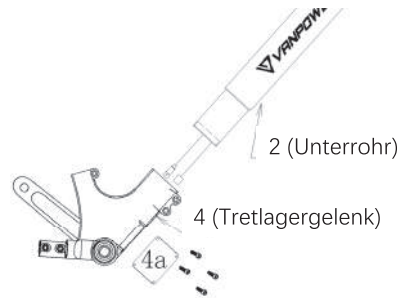
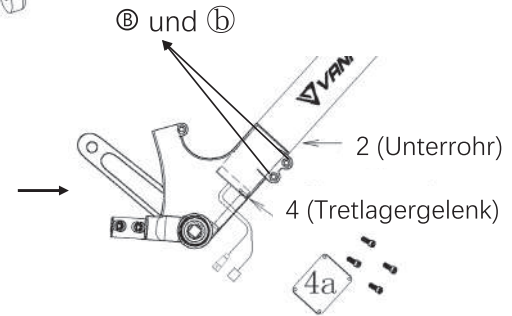

Abb. 8-1
Abb. 8-2
- b. Drehen Sie Teil 4, wie in Abb. 8-1 gezeigt. Setzen Sie Teil 2 in Teil 4 ein und fädeln Sie dabei die Kabel von Teil 2 durch das rechteckige Loch in Teil 4 und wieder heraus, wie in Abb. 8-2 gezeigt. Hinweis: Ziehen Sie die Schrauben ① und ② an Teil 2 noch nicht fest.